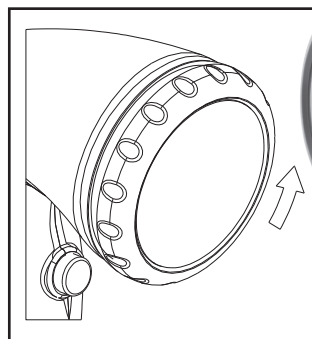

Figure 1
1. Pivoter le protège-objectif en sens inverse des aiguilles d'une montre (voir Figure 1).